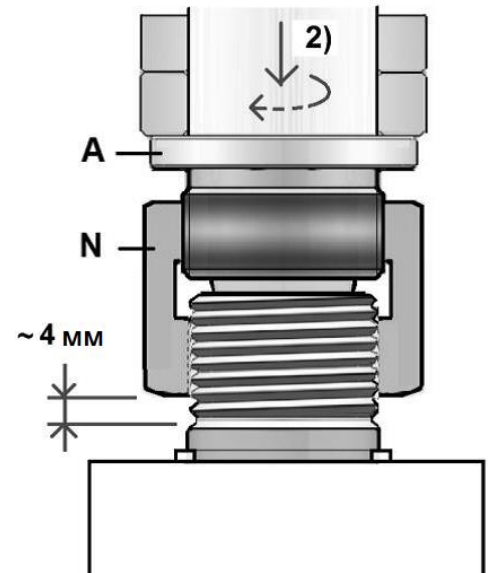

Рисунок 11
2) Установите оправку (А, Рис. 11) на шпindelь и закрепите гайкой (N). Слегка затяните гайку.